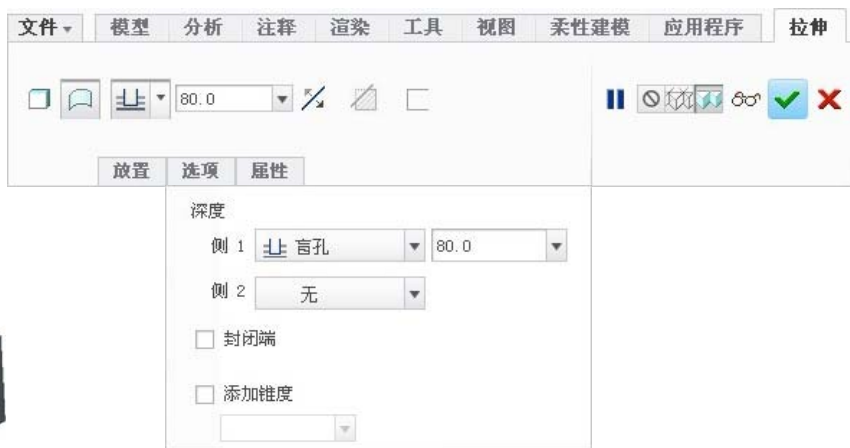

图 6.2.6 拉伸操控板
Step2. 单击 **模型** 功能选项卡 **形状** 区域中的  按钮，此时系统弹出图 6.2.6 所示的拉伸操控板。